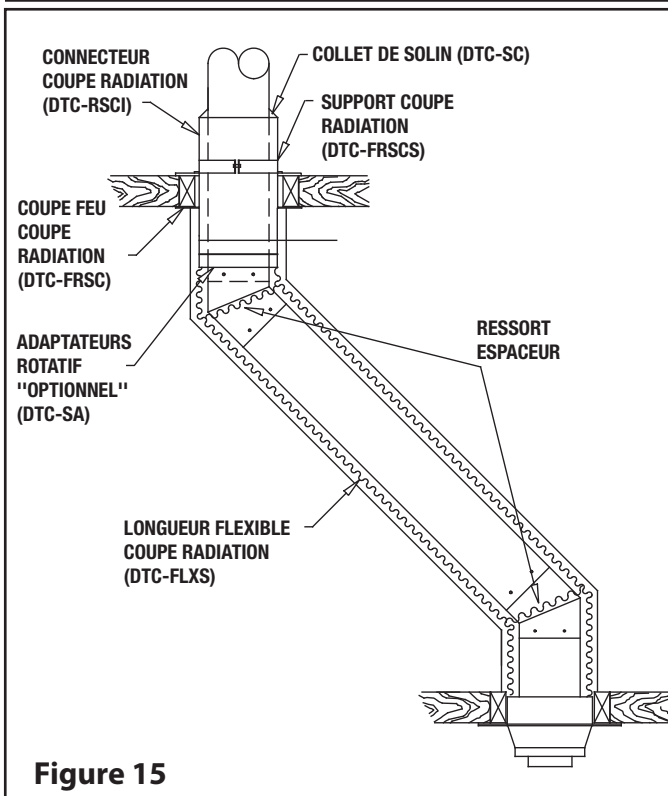

Figure 15
- Ajustez la hauteur jusqu'à ce qu'un minimum de (1 po) du connecteur du coupe radiation traverse le coupe-feu (voir Figure 15).
Attachez un ressort espaceur autour de la cheminée à chaque coude pour permettre au tube coupe radiation flexible de rester centré. (Voir Figure 15) Faites glisser le coupe radiation flexible vers le haut et attachez-le en dessous du plafond au support du coupe radiation à l'aide de 3 vis métalliques autotaraudeuses de 1/2 po. Si vous manquez d'espace pour visser, installez un adaptateur pivotant (RSCI) (voir Figure 15) en dessus du connecteur du coupe radiation (RSCI) et un au-dessus du coupe radiation flexible.